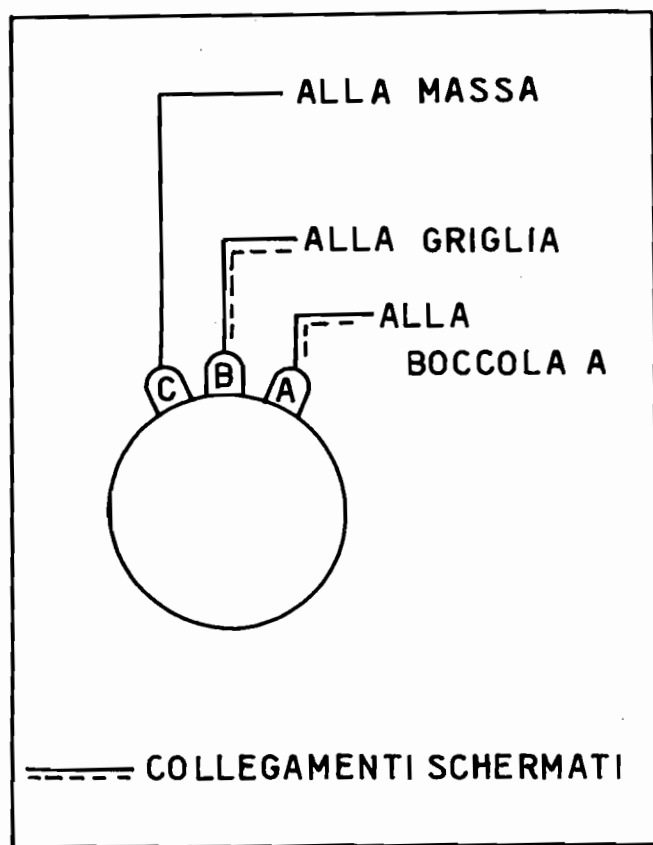

Fig. 5
h) - collegare con un filo schermato la linguetta A del potenziometro (fig.5) alla boccola A ;